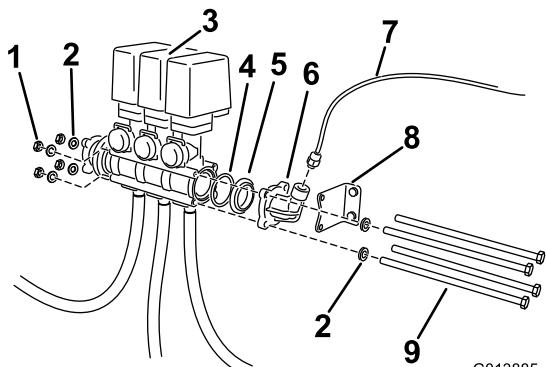

Рисунок 5
3. Снимите длинные болты и детали крепления клапана в сборе (Рисунок 5).
4. Снимите соединительный патрубок манометра и переходник с двумя наружными резьбами (Рисунок 5).